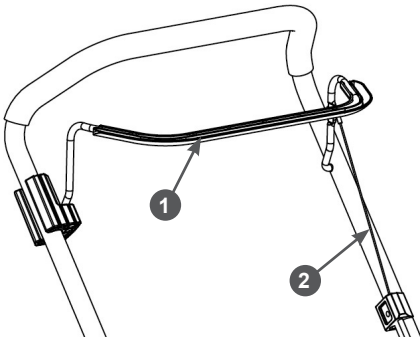

Рис. 7. Установка рычага остановки двигателя
5. Вставьте рычаг остановки двигателя в соответствующее отверстие на рабочей рукоятке (Рис. 7).